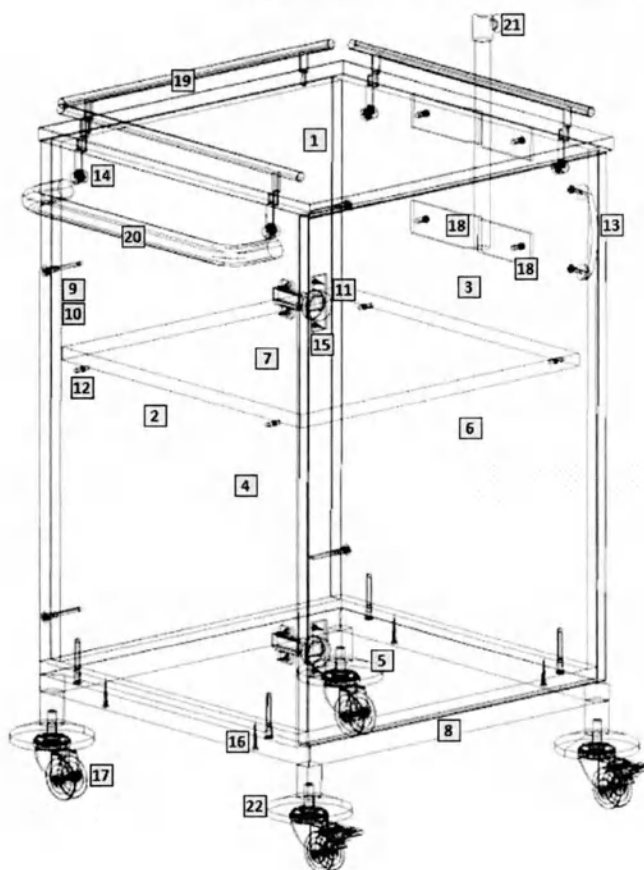

Рис.1
- 2) На вертикальных боковых стенках (2 и 3) установите цилиндрические части эксцентриковых стяжек (12) в предназначенные для них отверстия. На крышке установите штыки эксцентриковых стяжек и ограждения (при необходимости).
- 3) Евровинтами, как показано на рис.1, соедините вертикальные боковые стенки (2 и 3) с горизонтальными стенками (5 и 6). Установите крышку (1). Затяжка соединения производится путём поворота эксцентриков до упора в направлении стрелки, выштампованной на корпусе стяжки. На видимые головки евровинтов (10) и стяжек эксцентриковых (16) установите заглушки (11) и (12).
- 4) При помощи винтов 6,3x13 закрепите на боковой стенке тумбы держатель для штатива (20) (при необходимости). Шурупами 4x35 18 соедините каркас тумбы с металлическим основанием (9).
- 5) На двери (7) шурупами 4x16 (17) закрепите петли (13); установите ручку (15). Дверь закрепите к боковой стенке тумбы шурупами. При необходимости отрегулируйте положение двери винтами петель. Установите полку (8) на полкодержатели (14).
- 6) В металлическое основание (9) установить регулируемые опоры (19).
- 7) При необходимости установки штатива с держателем, установить штатив (22) в закрепленный на боковой стенке тумбы держатель (20).